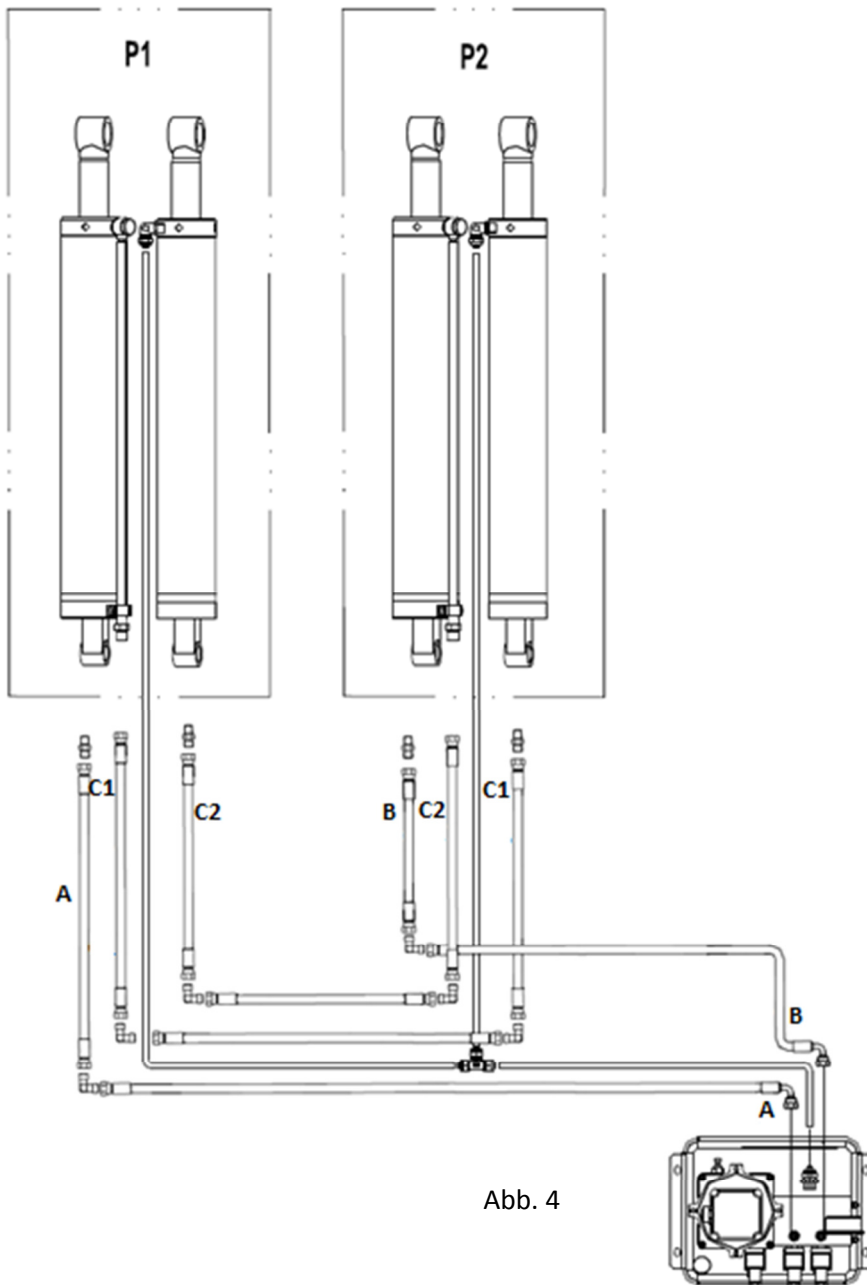

Abb. 4
2. Kuppeln Sie die Röhre derweil Sie die Buchstaben für den Hinweis befolgen. Unten abgebildetes Hydraulik Schema (Abb. 4). können Sie als Referenz verwenden.